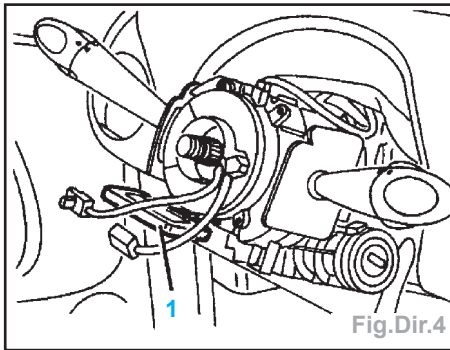

Fig.Dir.4
Nota : En cas de remplacement du câble à spirale, retirer la languette de sécurité (1) (Fig.Dir.4).